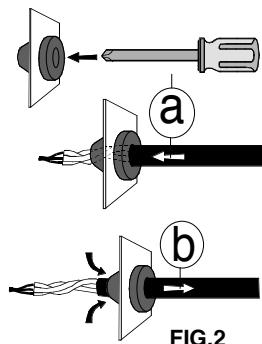
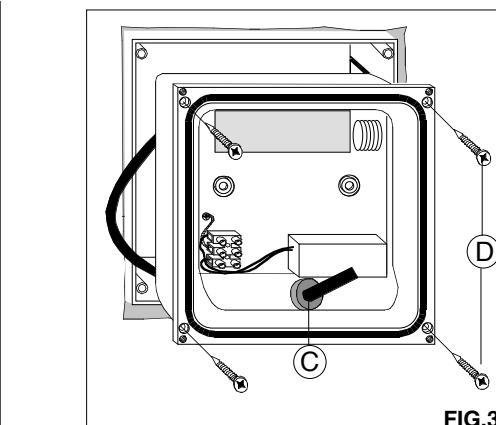

FIG.2
FIG.3
- Introdurre il cavo di linea nell'apparecchio mediante il pressacavo **C**.(FIG.2-FIG.3)
- Bloccare il corpo lampada alla cassetta immurata con le quattro viti **D** indotazione.(FIG.3)
- Insert the feed cable in the fitting through the cable gland **C**.(FIG.2-FIG.3)
- Block the lamp body to the housing with the 4 provided screws **D**.(FIG. 3)
- Introduire le cable d'alimentation en l'appareil à travers le presse-cable **C**.(FIG.2-FIG.3)
- Bloquer la lampe a le pot d'encastrement avec le 4 vis **D**.(FIG. 3)
- Das Speisekabel in die Leuchte durch die Kabelklemme **C** einfuehren.(FIG.2-FIG.3)
- Den Koerper der Lampe am Gehaeuse mit den 4 Schrauben **D** festmachen.(FIG.3)